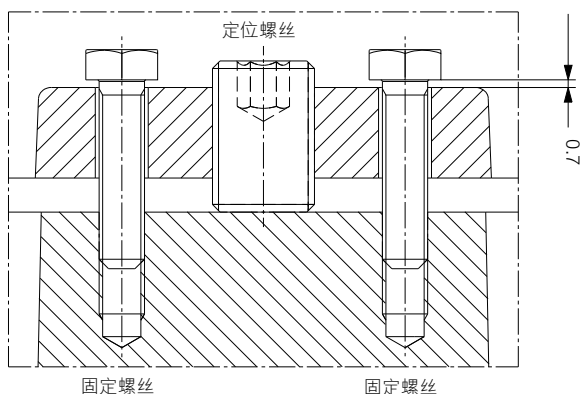

图 16 叶轮间隙调整设置
3. 拧松固定螺丝，在固定螺丝头下方留出一个0.7 mm的空隙。见图 16。
3. 拧松固定螺丝，在固定螺丝头下方留出一个0.7 mm的空隙，见图16。